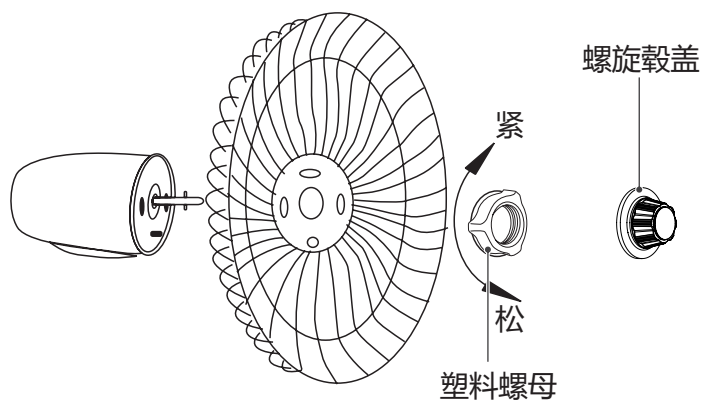

图1
1. 顺时针拧开螺旋轂盖（或从袋子中取出螺旋轂盖），逆时针旋转塑料螺母，将两者取下。将后网罩固定到电机上，然后再次拧紧塑料螺母。（图1）